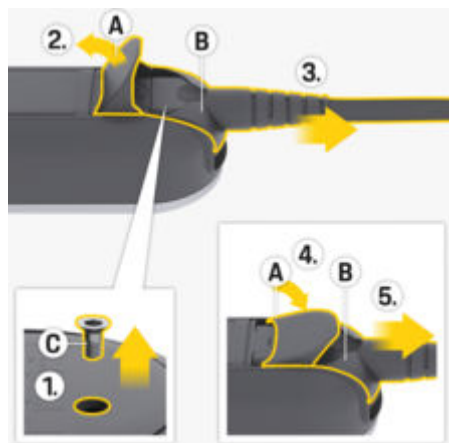

Fig. 13: Débranchement du câble de raccordement au secteur
1. Desserrez la vis **C** (Fig. 13) à l'aide d'un outil approprié.
2. Ouvrez entièrement le volet **A** (Fig. 13).
3. Sortez le connecteur **B** (Fig. 13) jusqu'au premier point de résistance.
4. Fermez le volet **A** (Fig. 13) jusqu'à environ 15 degrés (le volet doit reposer sur le connecteur **B** (Fig. 13)).
5. Débranchez entièrement le connecteur **B** (Fig. 13).